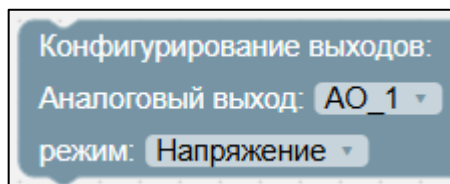

Рисунок II-36 – Блок конфигурирования
- 1) Блок конфигурирования (см. Рисунок II-36):